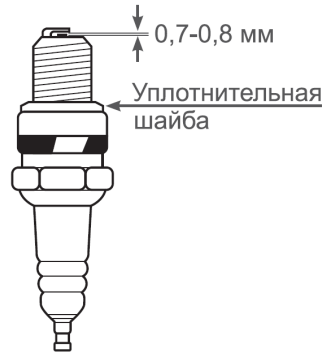

Рис. 19 Зазор между электродами свечи зажигания
4. Измерьте зазор между электродами свечи зажигания специальным щупом. Зазор должен быть 0,7-0,8 мм (Рис. 19). При необходимости, произведите регулировку зазора.